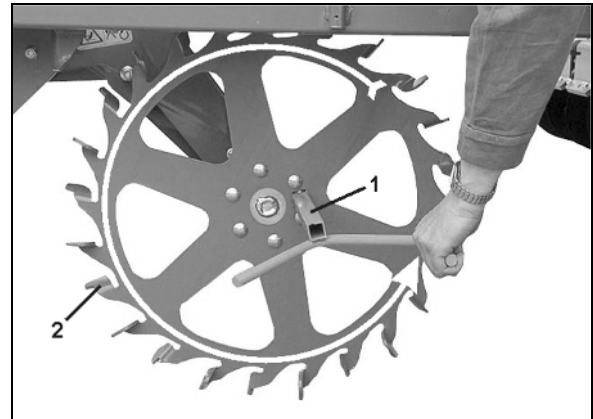
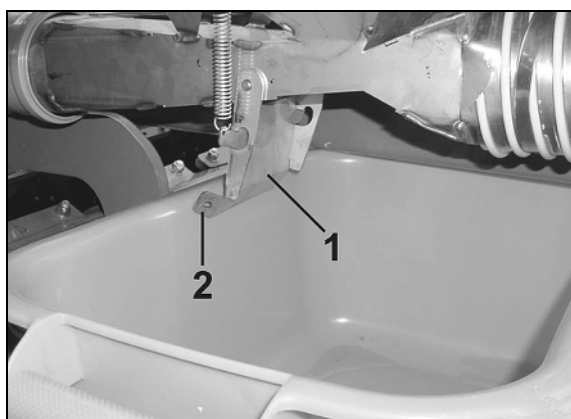

Рис. 73
Рис. 75
Большее количество подаваемого масла, чем необходимо, направляется от клапана ограничения давления (Рис. 73/2) обратно в масляный бак и без необходимости нагревает гидравлическое масло.
На тракторах с регулируемым гидравлическим насосом (Рис. 73/1) частота вращения вентилятора устанавливается на регулирующем поточном клапане:
1. закройте клапан ограничения давления (Рис. 73/2) (поворачивать вправо), а затем откройте на 1/2 оборота (Рис. 75,), чтобы подача масла была как можно меньше.
Частота вращения вентилятора на тракторах без регулируемого гидравлического насоса (Рис. 73/1) устанавливается при помощи клапана ограничения давления (Рис. 73/2) агрегата:
1. Снимите защитный кожух (Рис. 75/1).
установите защитный кожух (Рис. 75/1).